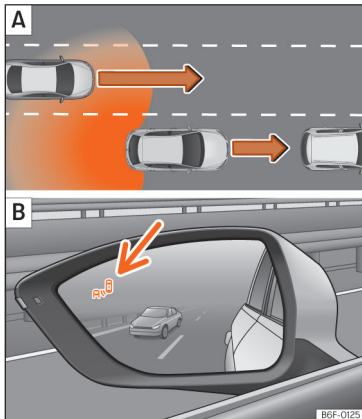

Abb. 162 Schematische Darstellung: [A] Überholvorgang mit Verkehr im hinteren Bereich. [B] Anzeige des Spurwechselassistenten im Außenspiegel links.
In nachfolgenden Situation wird die Anzeige im Außenspiegel »» **Abb. 162** [B] (Pfeil) oder »» **Abb. 163** [B] (Pfeil) dargestellt:
- Bei einer Überholung durch ein anderes Fahrzeug »» **Abb. 162** [A].